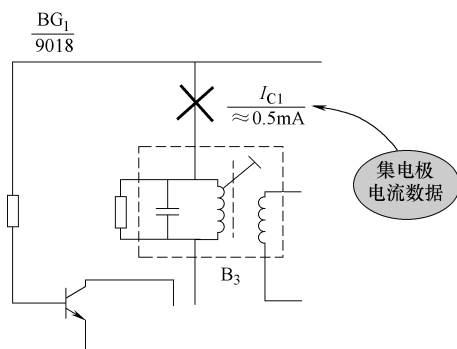

图 3-33 示意图
3) 给出修理数据和资料。许多整机电路图中还给出了有关测试点的直流工作电压,为检修电路故障提供了方便,例如集成电路各引脚上的直流电压标注,晶体管各电极上的直流电压标注等,视频设备的整机电路图关键测试点处还标出信号波形,为检修这些部分电路提供了方便,如图 3-33 所示是整机电路图中的直流电流数据示意图。